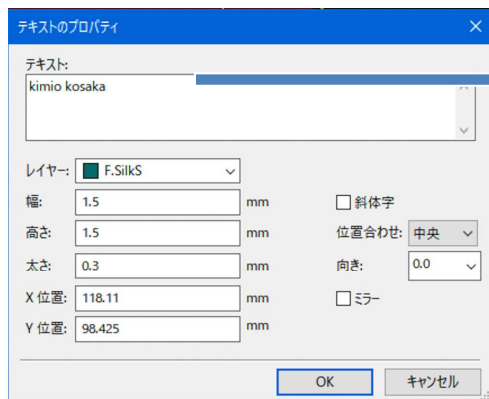
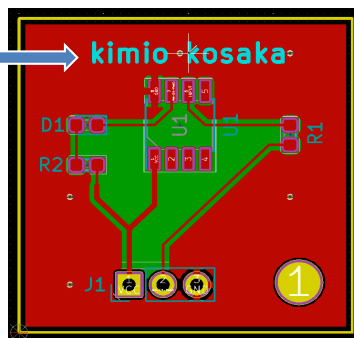

図9-37
図9-38
- ① 右ツールバー **T** 「テキストを追加」を選択し、レイヤー「F.SilkS」を選択します。
- ② 基板内の任意の場所をクリックします。
- ③ テキストのプロパティ・ダイアログが開きます。図9-37
- ④ テキストのプロパティ・ダイアログのテキスト欄に**名前**を入力し [OK] をクリックします。
- ⑤ マウスポインタに入力された文字列が吸着されています。クリックして配置します。図9-38